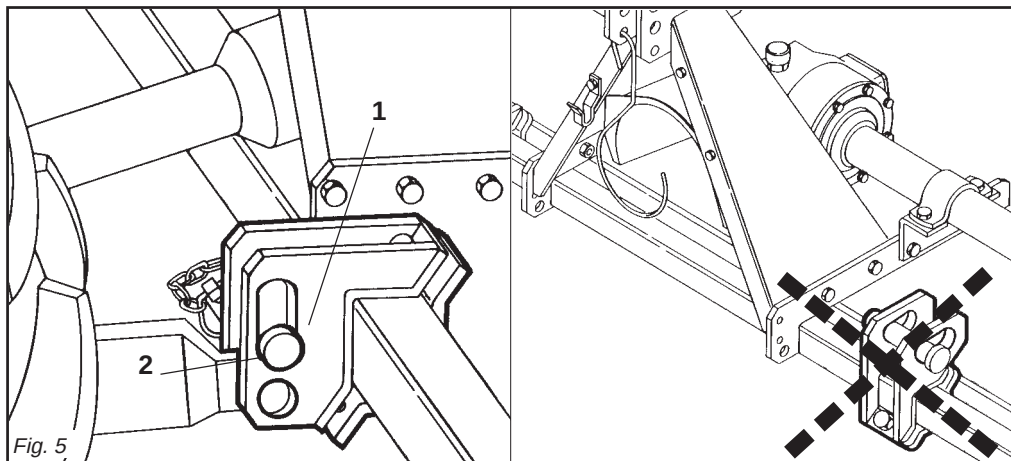

Fig. 5
In base alle dimensioni specifiche di questi 2 tipi di attacchi dei trattori è necessario determinare la posizione più favorevole della zappatrice spostando opportunamente sul tubo quadro le piastre (1 Fig. 5) e inserendo i perni (2 Fig. 5) nei fori corrispondenti al giusto diametro delle parallele del trattore.
Le piastre (1 Fig. 5) vanno montate sempre e solo come mostrato in Fig. 5
Depending on the precise dimensions of these two types of hitches, find the best position for the cultivator by moving the plates (1 Fig. 5) along the square tubular and inserting the pin (2 Fig. 5) in the holes corresponding to the correct diameter for the tractor's parallel arms.
The plates (1 fig. 5) must always and only be mounted as shown in Fig. 5
Aufgrund der spezifischen Abmessungen dieser beiden Schlepperanschlüsse kann man die günstigste Position der Hackfräse festlegen, indem man die Platten (1 Abb. 5) auf dem Vierkantröhre verschiebt und die Bolzen (2 Abb. 5) in die entsprechenden Bohrungen mit dem richtigen Durchmesser auf dem Schleppergestänge einsteckt.
Die Platten (1 Abb. 5) dürfen nur und ausschließlich so montiert werden, wie
En fonction des dimensions spécifiques de ces deux types d'attaches des tracteurs il faut déterminer la position la plus favorable de la houe en déplaçant, sur le tube carré, les plaques (1 Fig. 5) et introduire les axes (2 Fig. 5) dans les trous correspondant au bon diamètre des parallèles du tracteur.
Les plaques (1 Fig. 5) doivent obligatoirement être montées comme illustré dans la Fig. 5 en utilisant les
En relación a las dimensiones específicas de estos dos tipos de enganche de los tractores hace falta determinar la posición más favorable de la binadora desplazando oportunamente en el tubo cuadrado las placas (1 Fig. 5) e introduciendo los pernos (2 Fig. 5) en los orificios correspondientes al correcto diámetro de las paralelas del tractor.
Las placas (1 Fig. 5) deben ser montadas siempre y solamente según
- 1 - Accostare le parallele del sollevatore ponendole all'interno delle piastre (1 Fig. 5), inserire il perno (2 Fig. 5) nel foro predisposto e bloccare con le copiglie a scatto.
- 1- *Near the lift bars, setting them in the most suitable plates (1 Fig. 5). Insert the pin (2 Fig. 5) into the relative hole and lock in place with the snap-in split pins.*
es in Abb. 5 gezeigt ist, nämlich mit den Bohrungen, die vor dem Vierkantrohr angeordnet sind. Der Hersteller haftet nicht für die Beschädigung der Hackfräse oder des Schleppers infolge der Nichtbeachtung dieser Angabe.
- 1- Die Lenker des Krafthebers annähern und in die am besten geeigneten Platten schieben (1 Abb. 5). Den Bolzen (2 Abb. 5) in das Loch stecken und mit dem einrastenden Splint blockieren.
- 1- *Approchez les barres du relevage en les plaçant à l'intérieur des plaques les plus appropriées (1 Fig. 5), introduisez l'axe (2 Fig. 5) dans le trou correspondant et bloquez par les goupilles à encastrement.*
lo indicado en la Fig. 5 con los orificios posicionados delante del tubo cuadrado. La firma constructora no es responsable de rupturas en la binadora o en el tractor originadas por falta de respeto de esta indicación.
- 1- Acercar las barras del elevador poniéndolas dentro de las placas más indicadas (1 Fig. 5), introducir el perno (2 Fig. 5) en el orificio y bloquear con los pasadores de resorte.